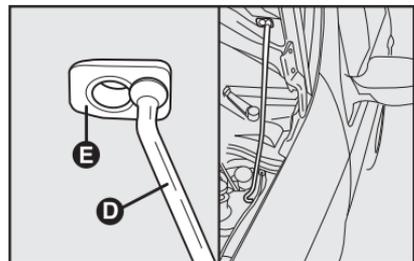

fig. 92
- 4) Introduzca el extremo de la varilla **D** en el alojamiento **E** del capó fig. 92.
- 1) Manténgalo levantado con una mano y con la otra quite la varilla **C**-fig. 92 de la apertura **E** y colóquela en su dispositivo de bloqueo.